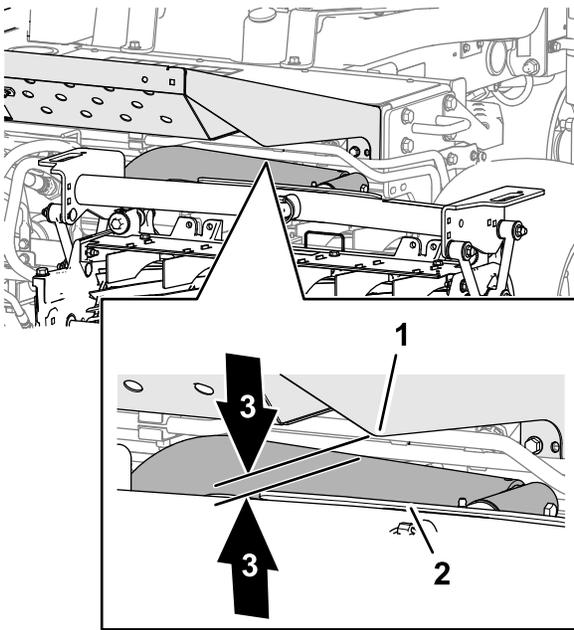

Рисунок 26
3. На передних режущих блоках измерьте зазор между левым подъемным рычагом и кронштейном панели пола, а также между правым подъемным рычагом и кронштейном панели пола (Рисунок 26).